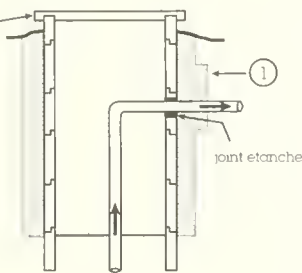

figure 1
Le Règlement 903 de l'Ontario précise les conditions d'installation des pompes et du matériel de pompage. La figure 1 illustre divers branchements d'une pompe à refoulement conformément à ces exigences. Le texte qui suit résume et explique chacune des conditions à respecter.
- 1] Le branchement d'une pompe à refoulement dans le côté du tubage sous la surface du sol doit être étanche. Le branchement au tubage d'un puits foré à la sondeuse doit passer par un adaptateur de puits sans fosse ou une unité de puits sans fosse de fabrication commerciale, et la partie supérieure du tubage doit être munie d'un bouchon amovible de fabrication commerciale [Figure 1 c)]. Le branchement dans le tubage d'un puits foré à la tarière ou d'un puits ordinaire [Figure 1 e)] ou dans la paroi d'une fosse [Figure 1 d)] doit être obturé à l'aide d'un matériau d'obturation durable et non toxique et la partie supérieure du tubage ou de la fosse du puits doit être munie d'un couvercle hermétique et durable.
sondeuse doit passer par un joint sanitaire [Figure 1 b)]. Si la pompe est directement montée sur le tubage [Figure 1 a)], il faut en couvrir la partie supérieure afin d'empêcher la contamination du puits. Le branchement dans la partie supérieure d'un tubage coupé sous la surface du sol dans la fosse d'un puits doit passer par un joint sanitaire de fabrication commerciale [Figure 1 d)]. Il n'est pas nécessaire que la partie supérieure du tubage et le joint sanitaire soient enfouis dans le sol.
- 3] Si l'obturateur de formation [Figure 1] et l'obturateur de joint sur le tubage ont été perturbés au cours de l'installation de la pompe, ils doivent être réparés conformément au Règlement. Toute modification de la hauteur du puits ou du tubage doit être effectuée elle aussi conformément au Règlement. L'entrepreneur doit par ailleurs aviser le propriétaire de toute modification.
- 4] Les fosses de puits sujettes aux afflux d'eaux souterraines ou d'eaux de surface doivent être munies d'un dispositif de drainage adéquat et d'une pompe de puisard automatique [Figure 1 d)].
- 6] Pour que la pompe fonctionne bien, le puits doit être aéré de manière à égaliser la pression entre l'intérieur du tubage et l'atmosphère. Les exigences en matière d'aération figurent à l'article 18 et sont illustrées pour une installation courante à la figure 1. Il est possible que des exigences spéciales en matière d'aération s'appliquent en présence de gaz naturels ou en cas d'écoulement.